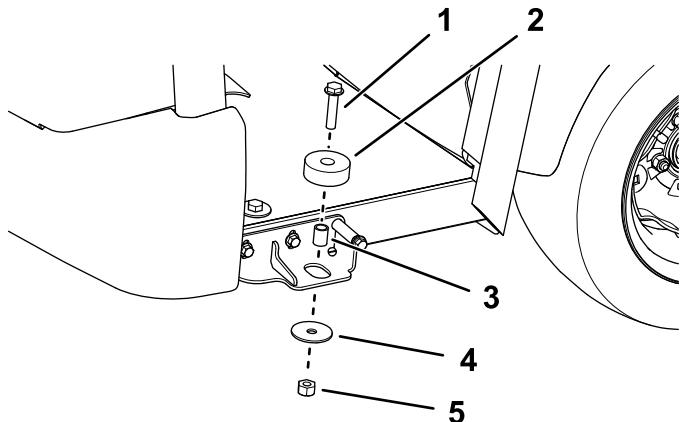

Figura 28
6. Instale os 2 isoladores de borracha utilizando um parafuso de cabeça flangeada ($\frac{1}{2}$ pol. x 2 $\frac{1}{4}$ pol.), um espaçador, uma anilha e uma porca de bloqueio de cada lado (Figura 28).